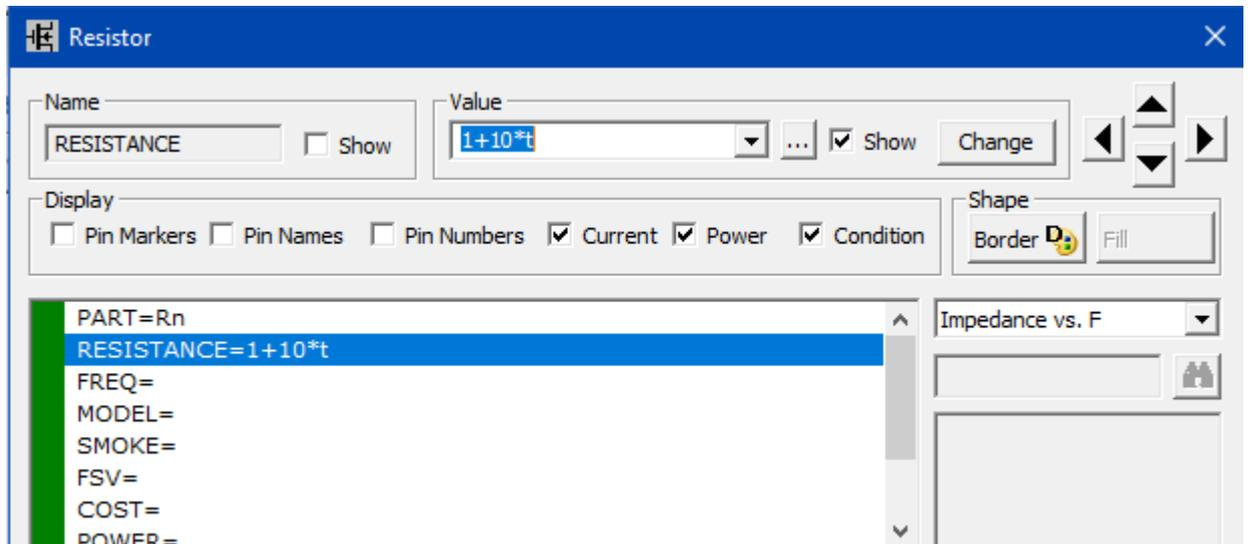

Рис. 2.4 - Пример задания функциональной зависимости сопротивления резистора
6. В схеме Рис. 2.1 задать для резистора  $R_n$  зависимость сопротивления от времени выражением  $1 + 10 * t$ . Пример задания функциональной зависимости сопротивления резистора представлен на Рис. 2.4.